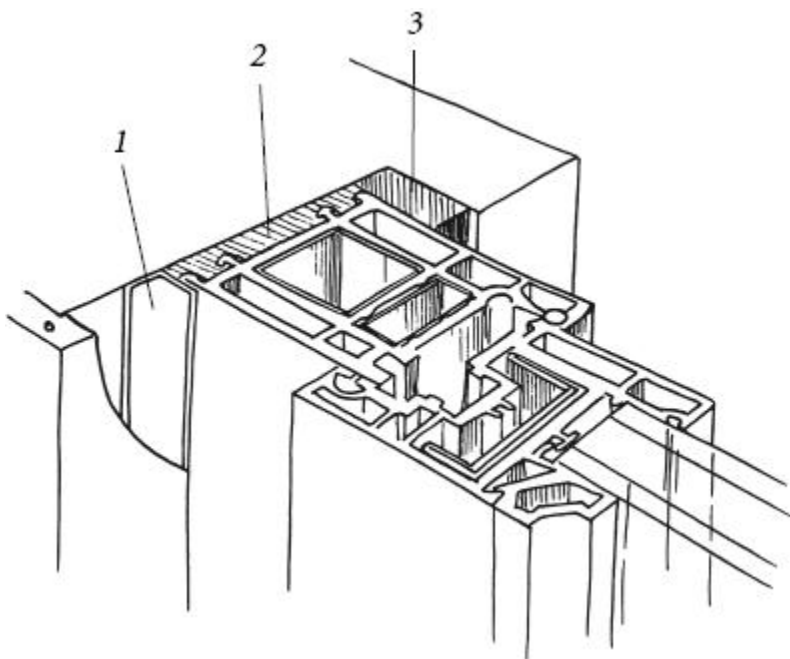

Рис. 61. Изоляция оконного проема гидроизоляционной лентой: 1) теплогидроизоляционная лента; 2) монтажная пена; 3) паропроницаемая гидроизоляция
- наклеив ленту на обрабатываемую поверхность, плотно прижать ее руками или пригладить по всей длине валиком, препятствуя образованию воздушных пузырей (рис. 61).